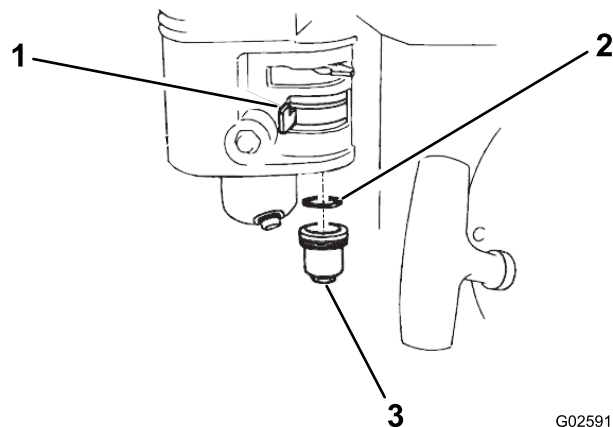

図 35
1. 燃料バルブを OFF 位置にセットし、異物カップとOリングを取り外す 図 35。